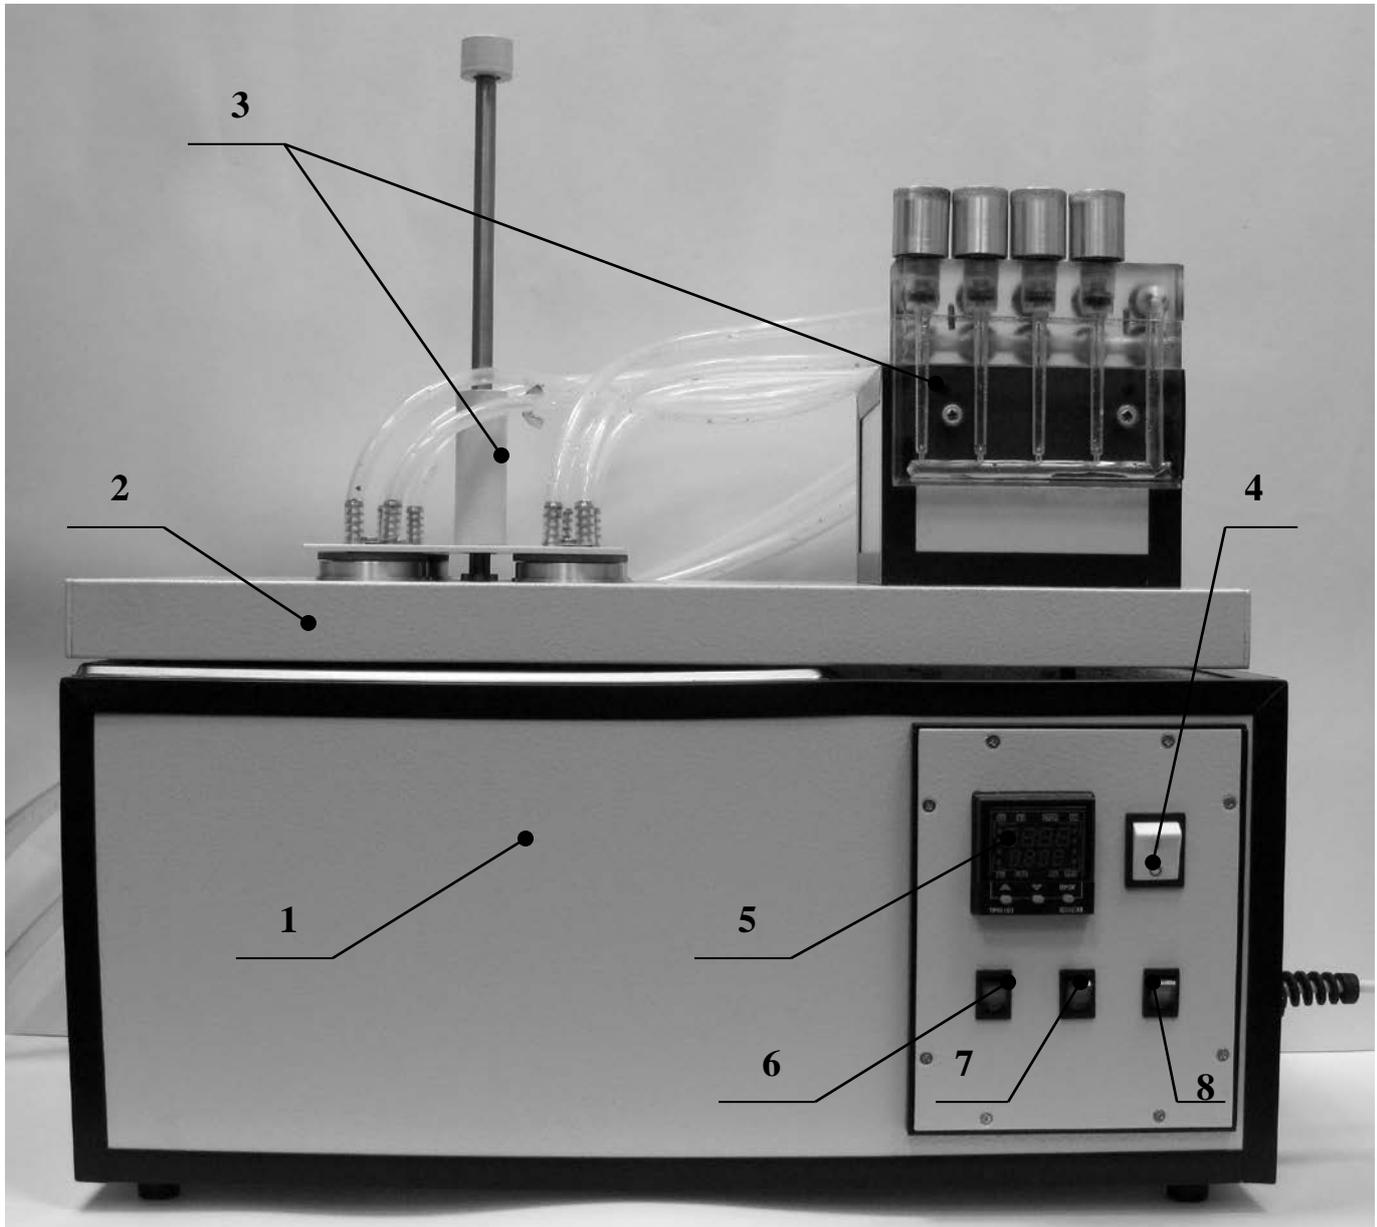
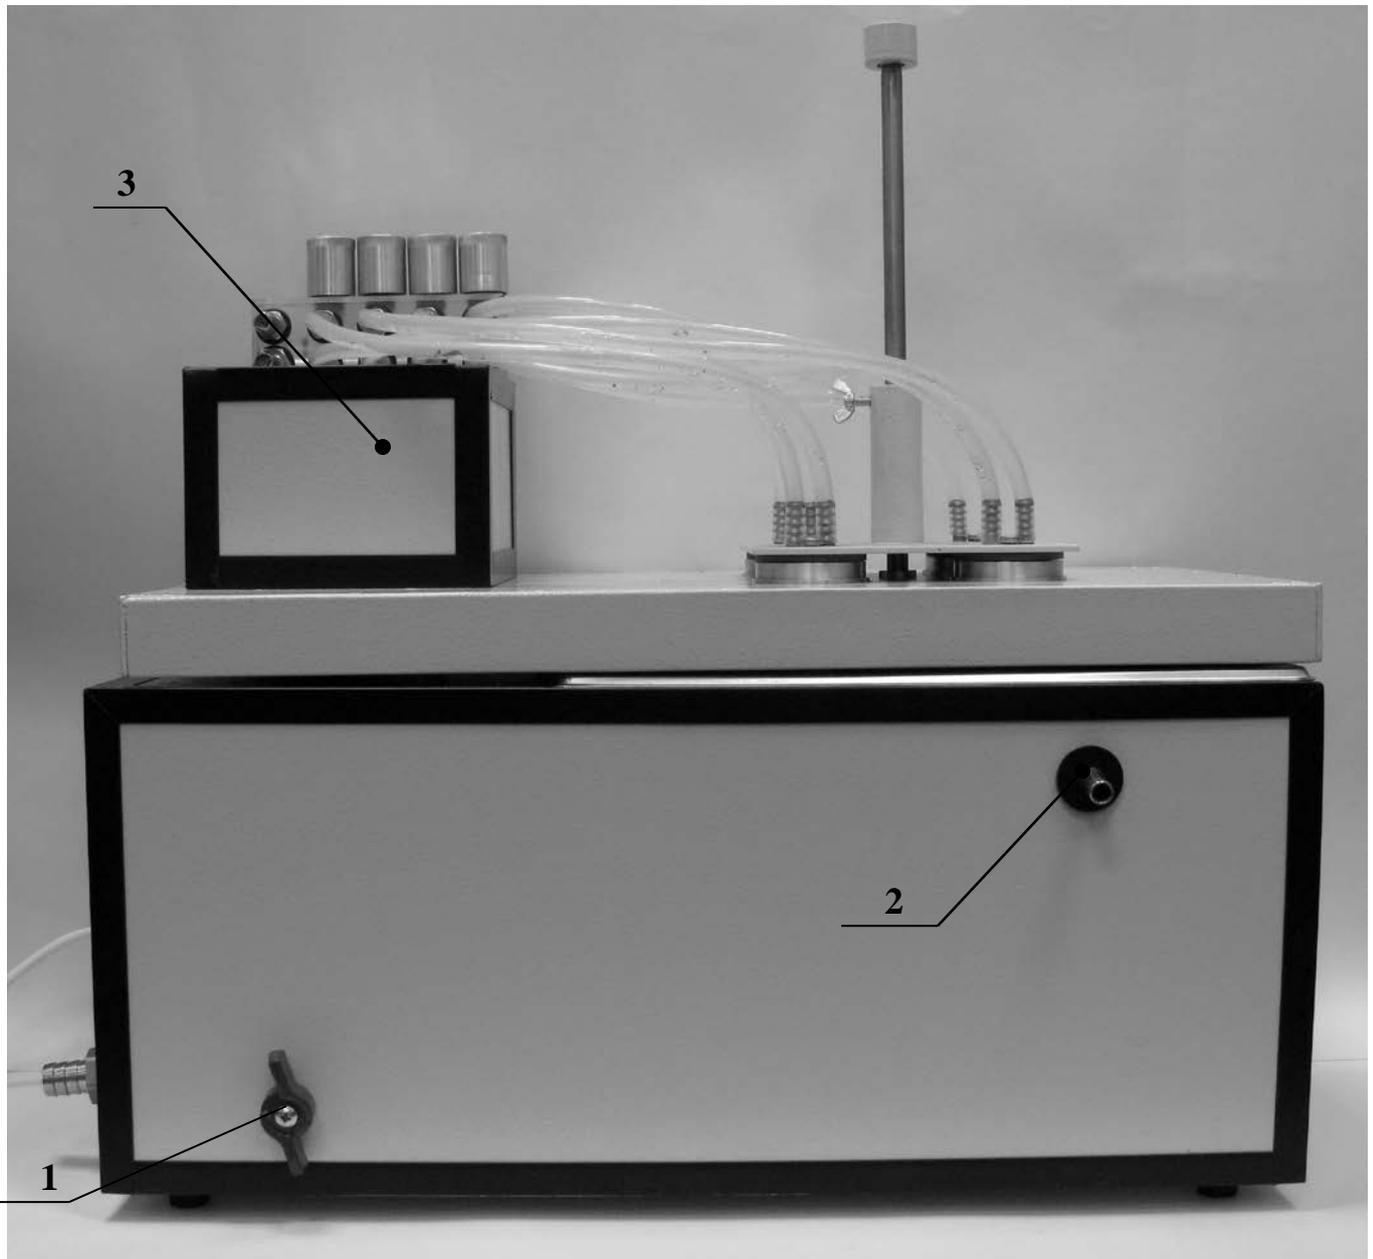
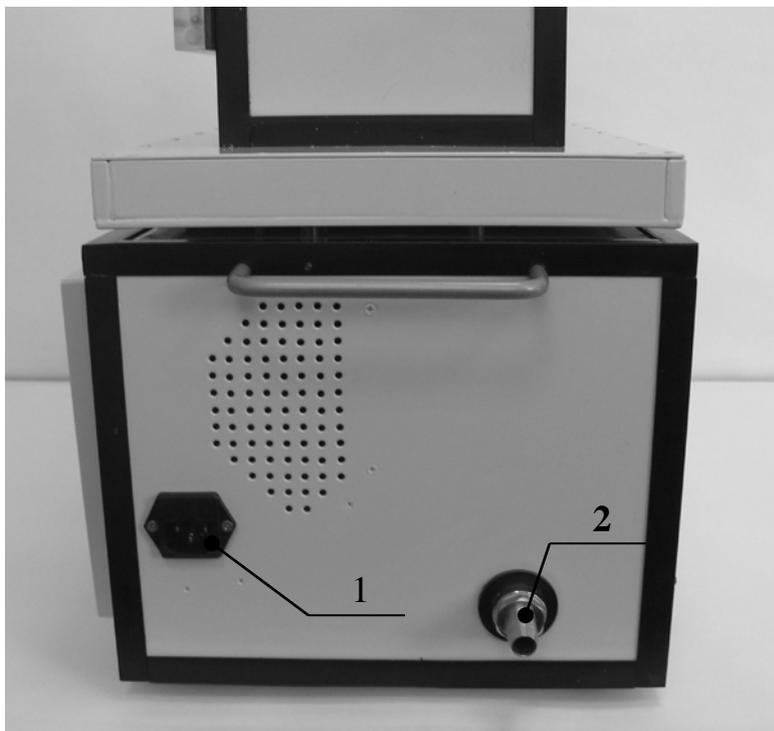
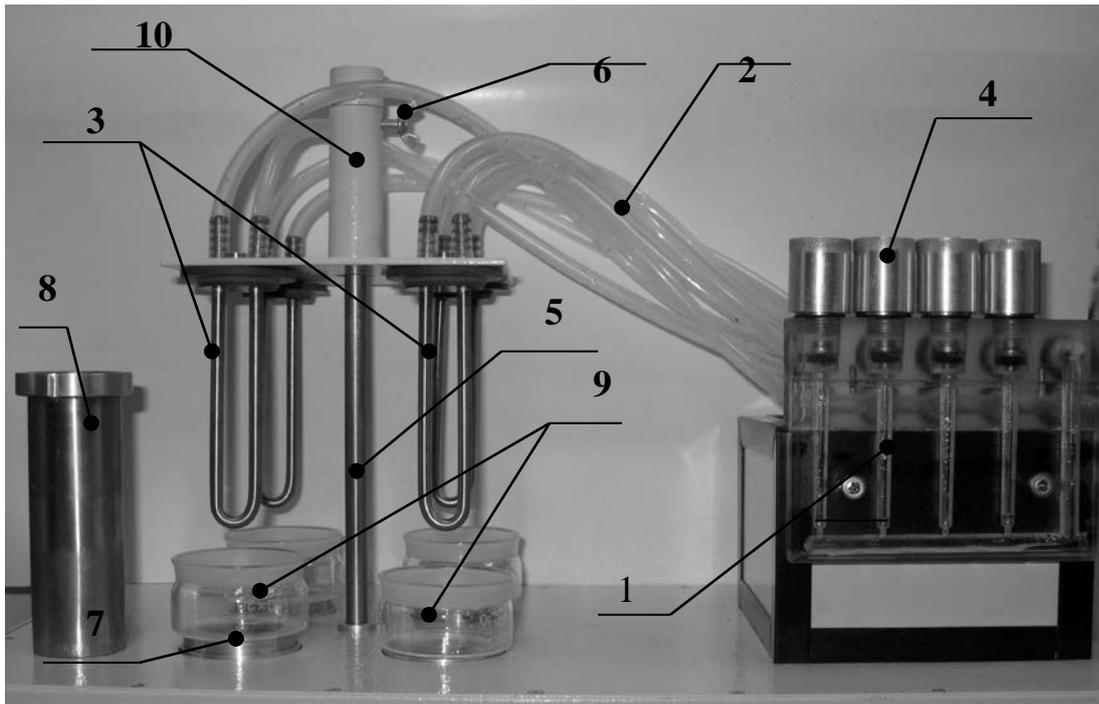

Рис. 1
Рис. 2 (вид сзади)
Рис. 3 (вид сбоку)
Рис. 4
- 4.2. Установка состоит из термостата, электромеханического привода, и испытательного блока (Рис. 1, Рис.2, Рис. 3)
- 4.4. На задней стенке термостата (Рис.2) находится сливной кран 1 и патрубок перелива 2.
- 4.5. На правой боковой стенке (Рис. 3) смонтированы розетка электропитания с предохранителем – 1 и сливной штуцер – 2.
- 4.6. Электромеханический привод служит для равномерного перемешивания испытуемой среды одновременно в четырех емкостях (металлических стаканах). Привод установлен на термостате и состоит из платформы 2 (Рис. 1) и электродвигателя с редуктором (двигатель закрыт кожухом Рис. 2 поз. 3) В платформе смонтировано звено клиноременной передачи вращения от электродвигателя к специальным держателям 7 (Рис. 4), в которые установлены металлические стаканы 8 (Рис. 4).
- 4.7. Испытательный блок (Рис. 4) состоит из коллектора 1 с ротаметрами и вентилями для регулирования расхода жидкости через U – образные трубки. Коллектор соединен с U –образными трубками 3 гибкими шлангами 2. U –образные трубки закреплены на держателе 10.
- 4.8. Держатель фиксируется в двух положениях. Во время проведения испытания держатель находится в опущенном положении (как показано на Рис. 1). После проведения испытания держатель поднимают по направляющей штанге 5 (Рис. 4) до упора и фиксируется винтом 6. Для установки и извлечения металлических стаканов повернуть держатель в поднятом положении на 45°. Что бы опустить держатель, необходимо, придерживая его одной рукой, другой ослабить винт-фиксатор и опустить держатель.
- 6.3. Подсоединить шланг к патрубку перелива 2 (Рис. 2), другой конец шланга поместить в расположенный ниже уровня установки слив в канализацию.
- 6.4. Заполнить термостат жидкостью через штуцер 2 (Рис. 3), или наливом, вынув один из стаканов 8 (Рис. 4). Во втором случае предварительно закрыть кран 1 (Рис. 2). Заполнять до тех пор, пока из переливного шланга не потечет жидкость.
- 6.6. Поднять испытательный блок и зафиксировать его в верхнем положении, как показано на Рис. 4.
- 6.9. Соединить сетевой шнур с розеткой 1 (Рис. 3), подключить его к электросети.
- 6.10. Включить питание установки (тумблер 4, Рис. 1).
- 6.11. Опустить держатель 10 (Рис. 4), погрузив в заполненные нефтью металлические стаканы U – образные трубки.
- 6.12. Включить перемешивание термостатной жидкости (тумблер 6, Рис. 1).
- 6.13. Включить нагрев (тумблер 7, Рис. 1). Установить температуру нагрева (см. тех. описание на измеритель – регулятор ТРМ101).
- 6.14. Включить электромеханический привод (тумблер 8 Рис. 1). При этом все четыре металлических стакана начнут вращаться.
- 6.16. Вентильми 4 (Рис. 4) установить одинаковый расход жидкости.
- 6.21. С помощью вентилей 4 (Рис. 4) установить расход жидкости через U –образные трубки.
- при необходимости слить жидкость из термостата, присоединить шланг для слива к штуцеру 2 (Рис. 3) , открыть кран 1 (Рис. 2). При ежедневной эксплуатации установки сливать жидкость из термостата не обязательно. При необходимости, перед каждым испытанием, доливать жидкость до нужного уровня.